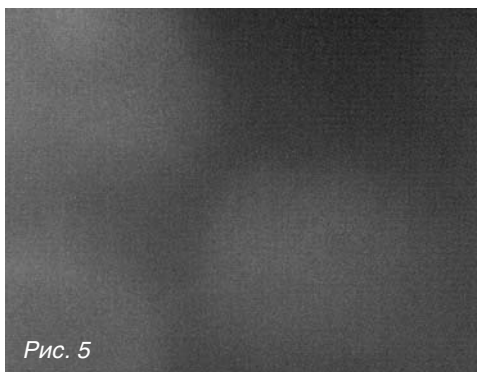

Рис. 5
- Во избежание дефекта "яблочк" (рис. 5) последний слой нанести напылением на полуматовую поверхность.